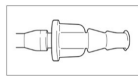

Abbildung 3: Absaugtülle
3. Falls ein Absaugen gewünscht ist, die Absaugtülle über ein Absaugrohr mit einem Absaugsystem verbinden (Abbildung 3).